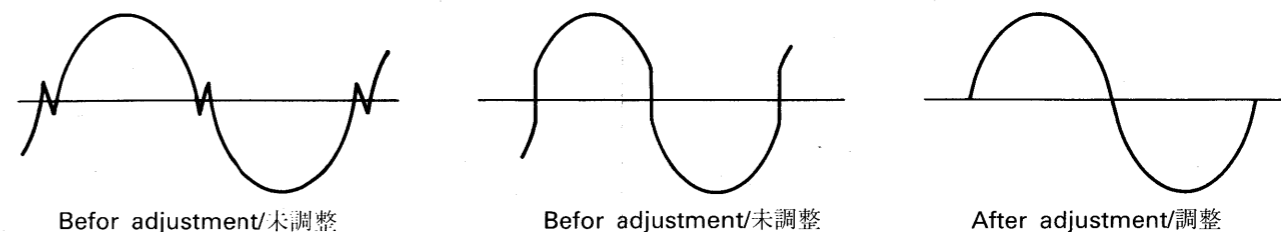
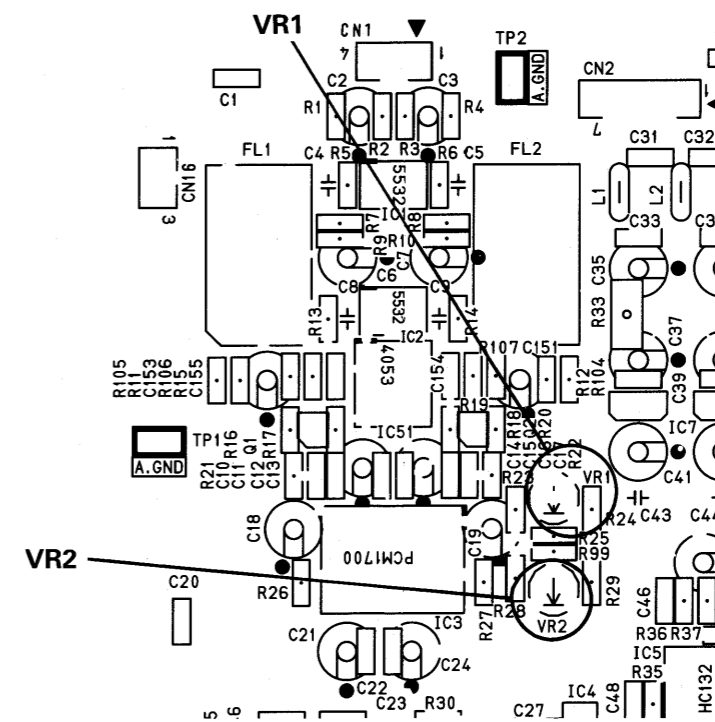

Fig. 1/図1
Fig. 2/図2
- c) Looking at the oscilloscope, turn the corresponding semi-variable resistor (VR1 = L channel, 2 = R channel. Positions are shown in Fig. 2) on the main board until the waveform as shown in Fig. 1 appears.
- c) Listen to the sine wave output from the "LINE OUT/L" jack and adjust VR2 on the Main Board (see fig. 2) until noise is minimized.
- d) Similarly, adjust VR1 on the Main Board (see fig. 2) using auditory sense.
- c) [LINE OUT/L] ジャックから出力されるサイン波を聞きながら、ノイズ (歪) が最も低くなるように MAIN BOARD の VR2 (図2参照) を調整する。
- d) [LINE OUT/R] も同様に、聴感上で MAIN BOARD の VR1 (図2参照) を調整する。